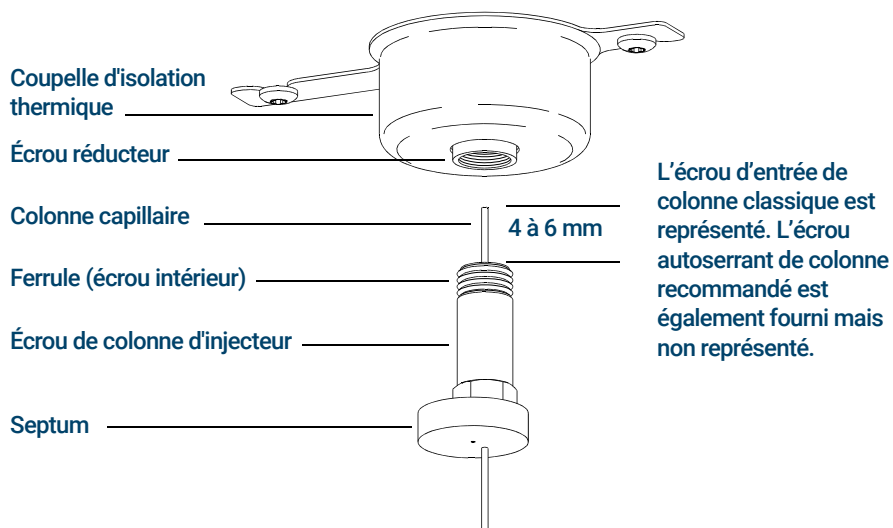

Figure 3. Installation d'une colonne capillaire dans un injecteur avec/sans division (split/splitless)
- 7 Positionner le septum sous l'écrou de colonne pour que cette dernière dépasse de 4 à 6 mm de l'extrémité de la ferrule. (Voir **Figure 3** page 42.)
Dans le cas d'un écrou de colonne standard (illustré dans la **Figure 3**), serrer l'écrou de 1/4 à 1/2 tour supplémentaire. Une traction modérée sur la colonne ne doit pas la faire glisser.